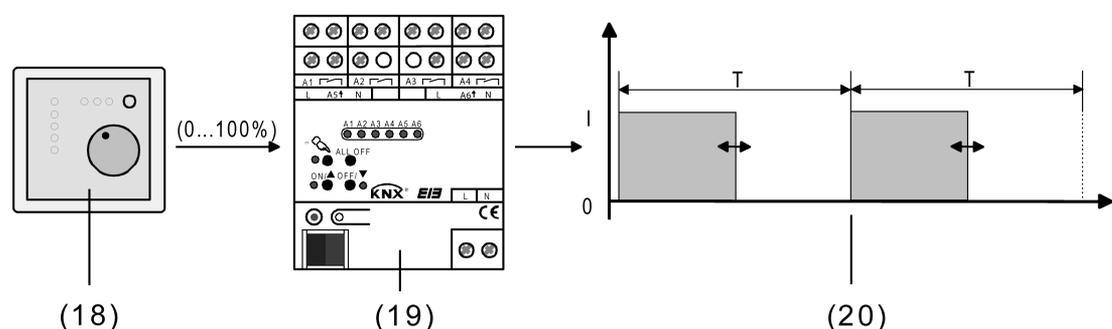

Figure 52: Principe de paramètre pour paramètre constant
(15) Thermostat d'ambiance (ThA) (paramètre « 1 bit »)
- (16) Actionneur de la pièce
(17) Signal de sortie commutant pour entraînements de valve
En mode normal, le télégramme de valeur reçu via l'objet 1 bit « Paramètre » est converti par l'actionneur en un signal de commutation à modulation de largeur d'impulsion équivalent au niveau des sorties de valve (figure 52). La valeur moyenne du signal de sortie résultant de cette modulation (en tenant compte de la durée de cycle (T) réglable dans l'actionneur) sert de mesure pour la position de valve moyenne de la valve réglable et constitue ainsi une référence pour la température ambiante réglée (voir « Modulation de largeur d'impulsion pour les paramètres constants et les positions de valve de consigne constantes »).